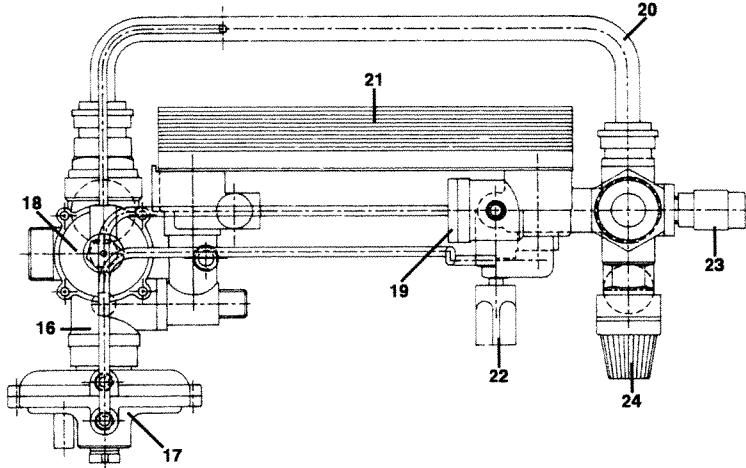

Figura 11
- svuotare l'impianto, se possibile limitatamente alla caldaia, mediante l'apposito rubinetto di scarico (23 figura 11 a pagina 22);
- vaciar la instalación, posiblemente sólo la caldera, por medio del especial grifo de desagüe (23 figura 11 en página 22);
- togliere i due tubetti di collegamento (figura 11 a pagina 22) tra il gruppo precedenza sanitario (17) ed il sensore di flusso (19);
- Quitar los dos tubos de conexión (figura 11 - página 22) entre el grupo de precedencia sanitario (17) y el sensor de flujo (19).
- Desenroscar la tuerca del grupo sensor de flujo (19).